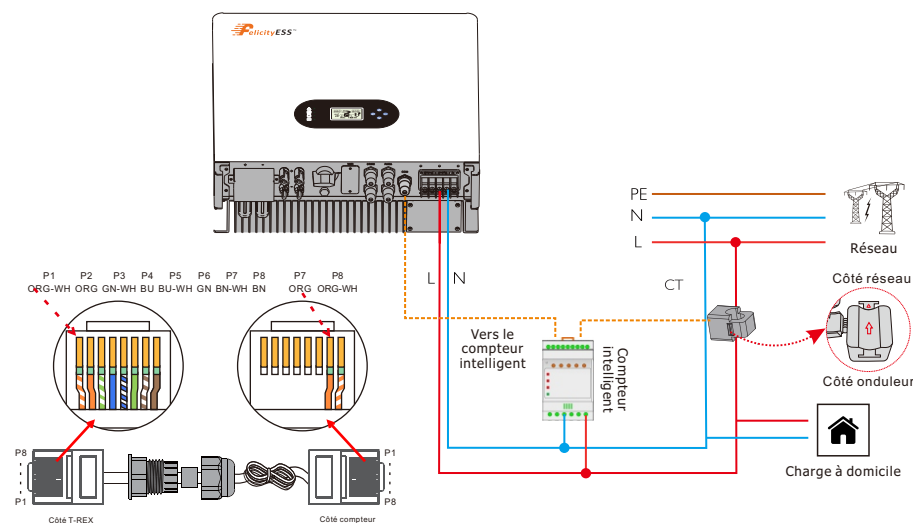

Figure 4.4-4 Connexion du compteur intelligent
**Remarque: Le câble doit être fabriqué en se référant à la Figure 4.4-4**
Assurez-vous que le compteur et le CT sont connectés entre les charges de la maison et le réseau, et suivez le sens indiqué par le symbole de direction du compteur intelligent sur le CT, en vous référant à la Figure 4.4-4.